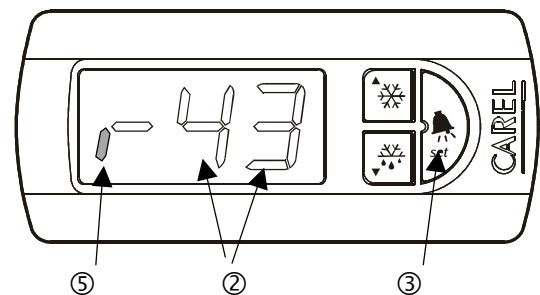

Fig. 8.3.8.2
**Аварийный сигнал ПА:** дисплейный светодиод (2) показывает код аварийного сигнала **П1**, мигающего попеременно с температурным значением, включен светодиод (3) аварийного сигнала, а также включен верхний сегмент (1) крайнего левого разряда. (См. рис. 8.3.8.1. на стр. 43 руководства.)
**Аварийный сигнал ПФ:** дисплейный светодиод (2) показывает код аварийного сигнала **П1**, мигающего попеременно с температурным значением, включен светодиод (3) аварийного сигнала, а также включен нижний сегмент (5) крайнего левого разряда. (См. рис. 8.3.8.2. на стр. 43 руководства.)